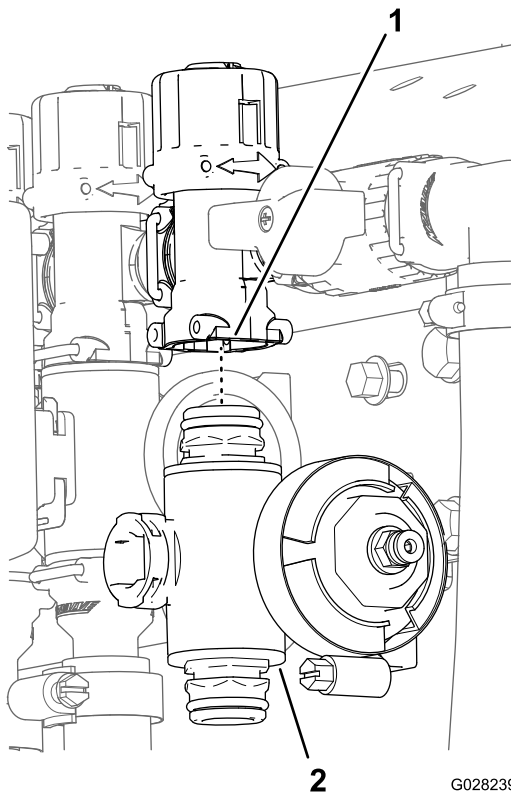

Bild 82
3. Nehmen Sie den Abschnittventilverteiler von der Maschine ab (Bild 82).